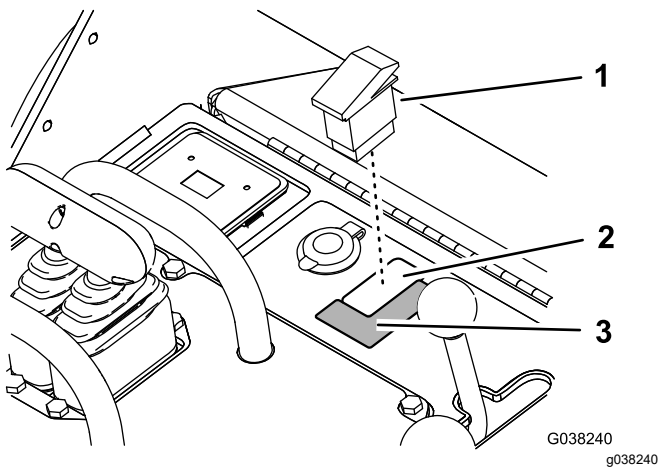

Figura 28
1. Retire el tapón de la consola e instale el interruptor (Figura 28).
2. Si la pegatina situada en la consola no muestra los símbolos de conejo y tortuga cerca del interruptor, coloque la pegatina del kit (Figura 28).